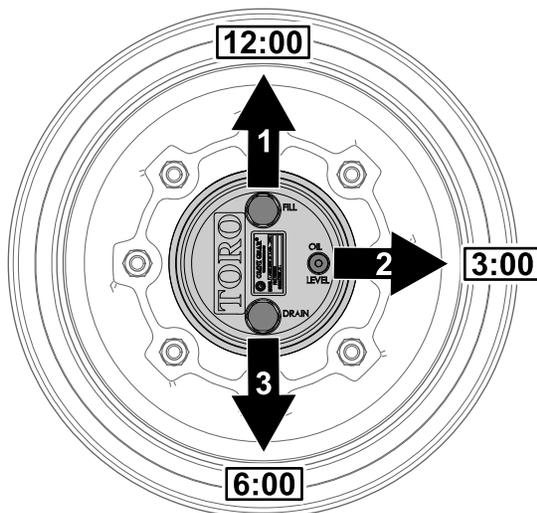

Figura 100
1. Aparque la máquina en una superficie nivelada, coloque la rueda de modo que el tapón de llenado se encuentre en la posición de las 12, el tapón de verificación en la posición de las 3 y el tapón de vaciado en la posición de las 6 (Figura 100).
2. Retire el tapón de verificación en la posición de las 3 (Figura 100).
1. Aparque la máquina en una superficie nivelada, coloque la rueda de modo que el tapón de llenado se encuentre en la posición de las 12, el tapón de verificación en la posición de las 3 y el tapón de vaciado en la posición de las 6; consulte Figura 100 en Comprobación del lubricante de la transmisión planetaria \(página 67\).